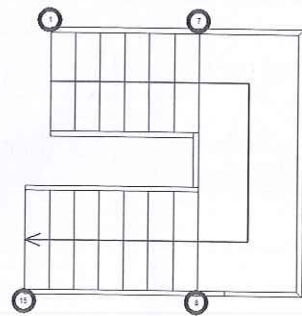
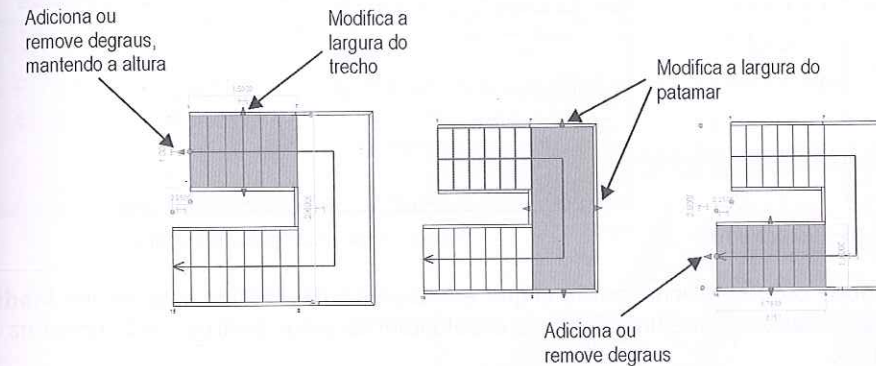

Figura 11.79 – Numeração dos degraus.
Figura 11.81 – Modificação dos componentes com grips.
1. Use os grips que são exibidos quando a escada para edição é selecionada. Primeiramente, selecione a escada. Na aba **Modificar | Escadas**, escolha **Editar escadas**. Assim, a escada entra no modo de edição e apresenta a numeração de degraus para cada trecho, conforme a Figura 11.79. Cada trecho tem uma função e pode ser editado separadamente com os grips (Figura 11.81), sendo possível alterar o número de degraus e a largura de cada trecho.